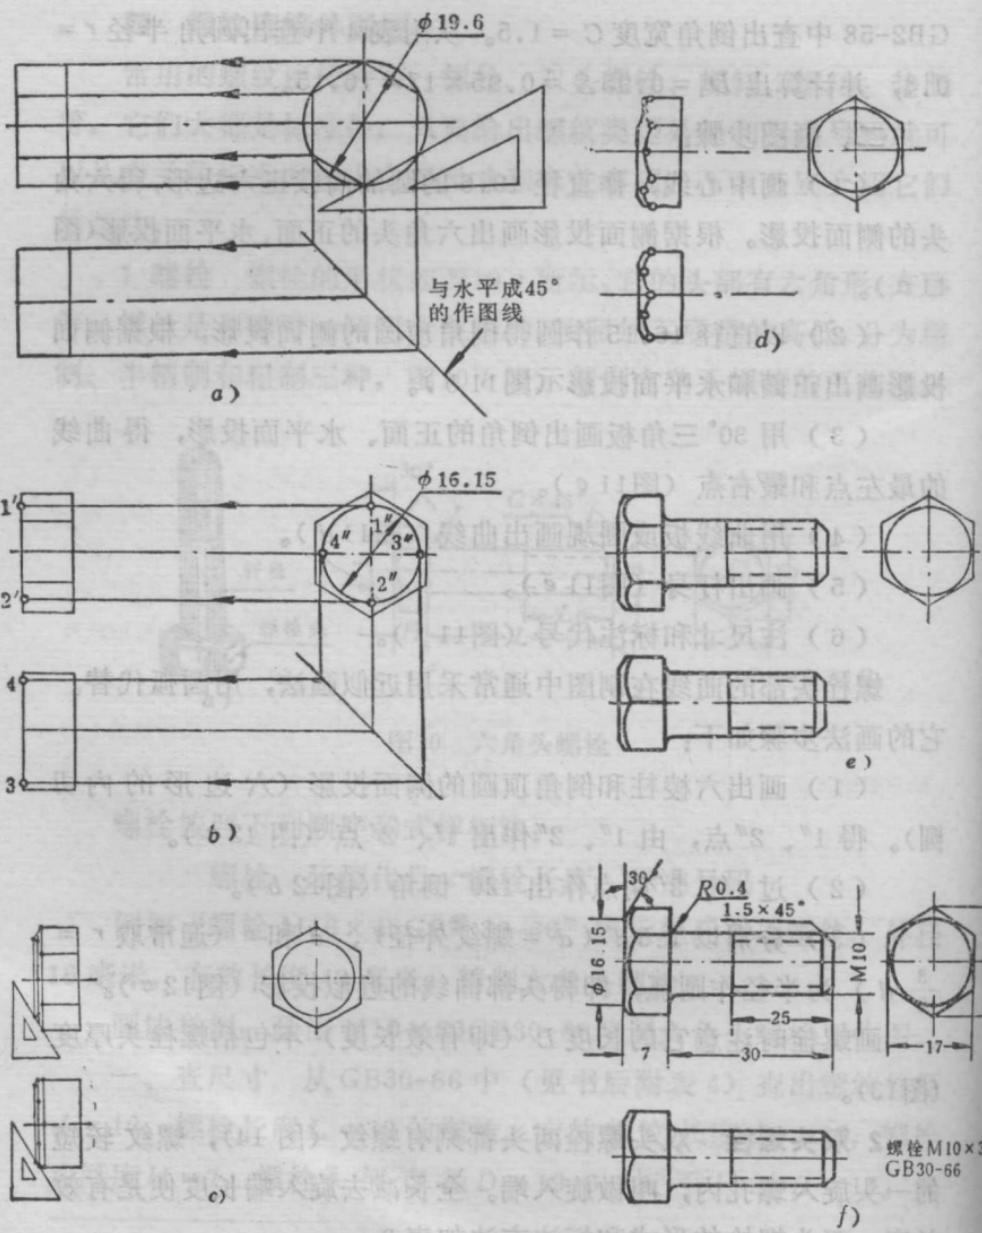

图11 六角头螺栓的画图步骤
(1) 画中心线, 作直径 19.6 的圆的内接正六边形, 得六角头的侧面投影。根据侧面投影画出六角头的正面、水平面投影(图 11 a)。
(2) 以直径 16.15 作圆得倒角顶圆的侧面投影, 根据侧面投影画出正面和水平面投影(图 11 b)。
(3) 用  $30^\circ$  三角板画出倒角的正面、水平面投影, 得曲线的最左点和最右点(图 11 c)。
(4) 用曲线板或圆规画出曲线(图 11 d)。
(5) 画出杆身(图 11 e)。
(6) 注尺寸和标注代号(图 11 f)。